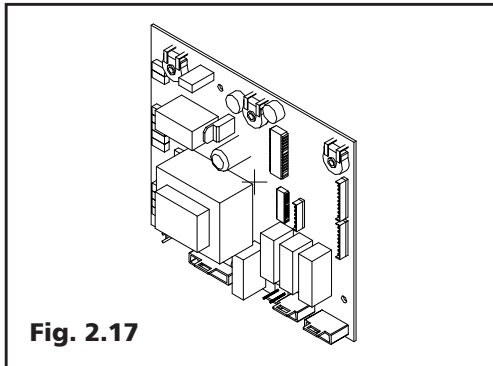

Fig. 2.17
2.12 Alimentatore caldaia (Fig. 2.17)